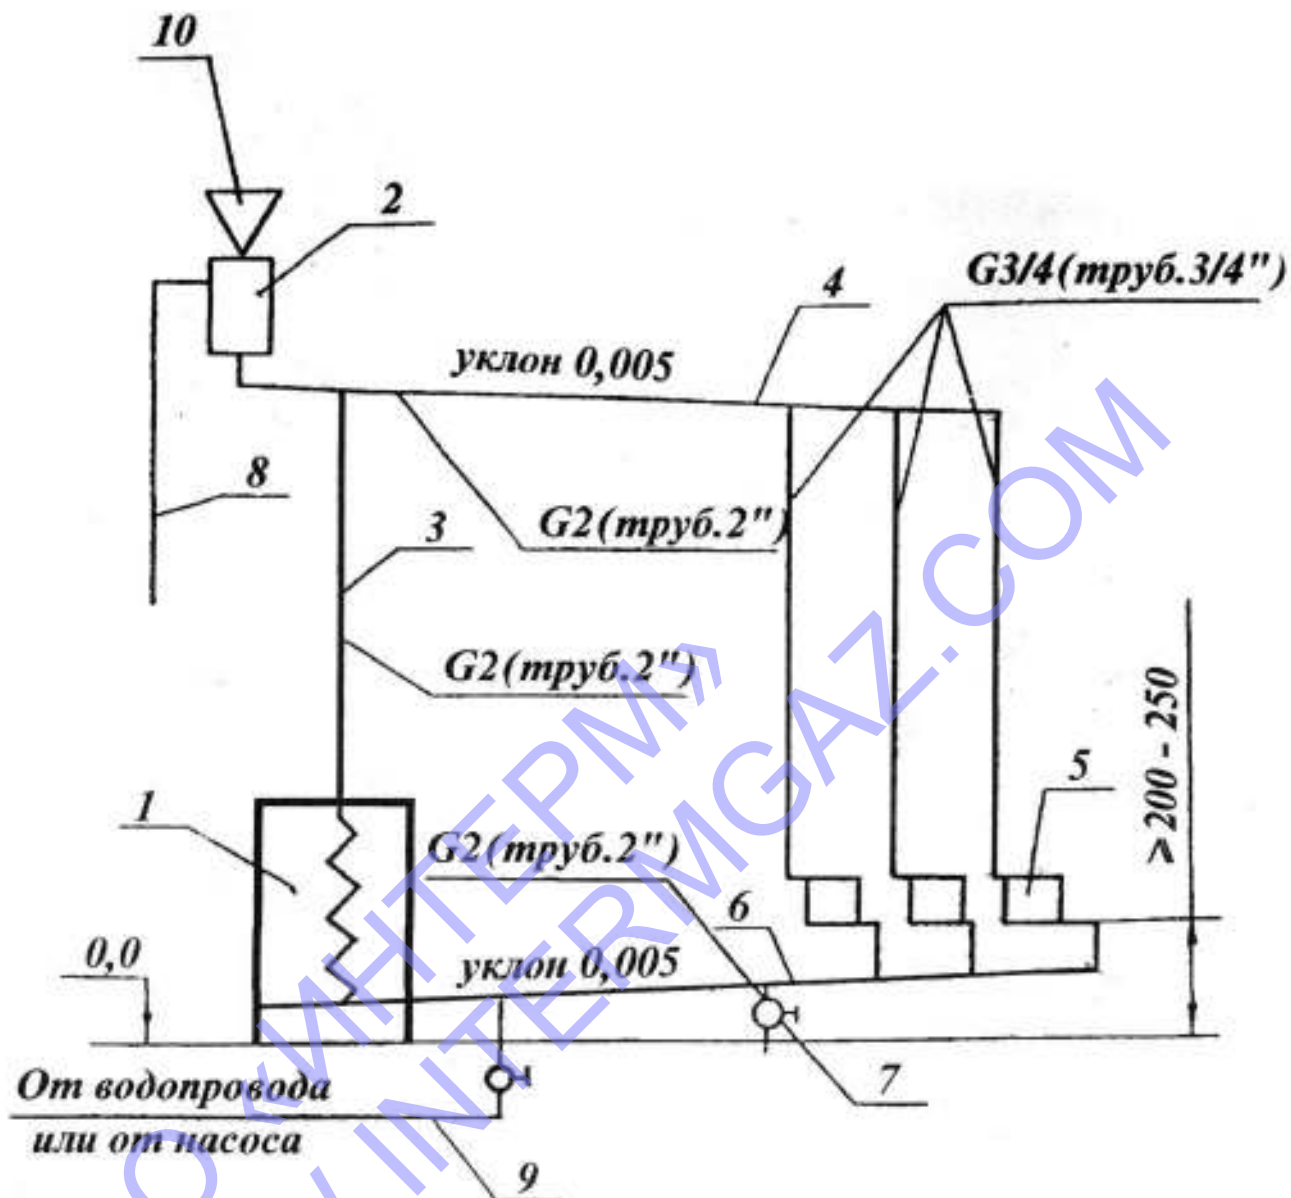

Рис.4
8.8 Примерная схема подсоединения котла к отопительной системе с естественной циркуляцией приведена на рис.4.